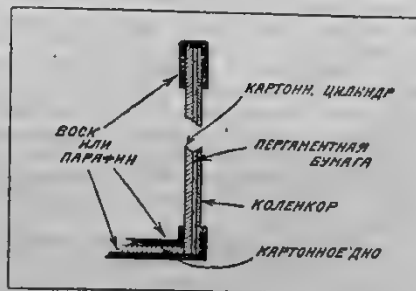

Рис. 3. Пористый сосуд первого типа
4) Пористые сосуды для первого типа изображены на рис. 3. Для изготовления их употребляется пергаментная бумага (за неимением ее — несколько слоев газетной бумаги), а не так называемая «восковка». По изготовлении сосуд должен быть пористым, но никоим образом не протекать. Таких сосудов (кстати сказать очень хорошо работающих) надо сделать по два на каждый элемент.